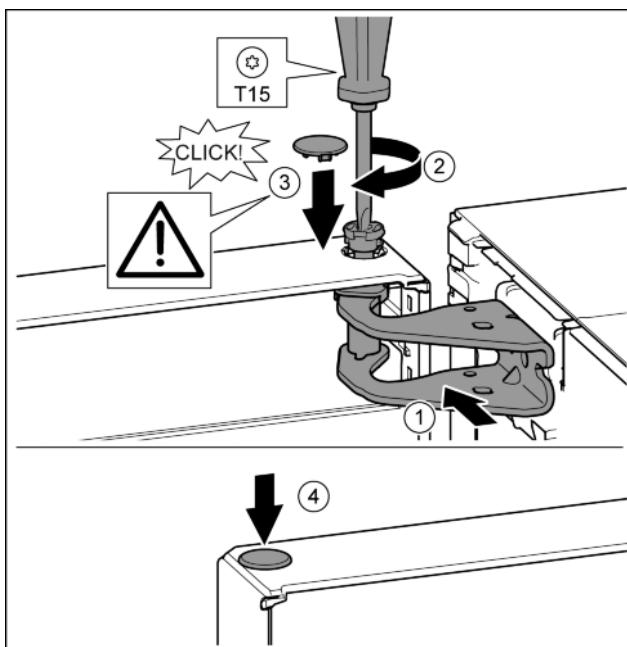

Fig. 16
- ▶ Дверь вверху выровнять по отверстию в опорном кронштейне. Fig. 16 (1)
- ▶ Вставить палец и затянуть отверткой T15. Fig. 16 (2)
- ▶ Установить предохранительную крышку для защиты двери: вставить предохранительную крышку и проверить, прилегает ли она к двери. В ином случае вставить палец полностью. Fig. 16 (3)
- ▶ Вставить заглушку. Fig. 16 (4)